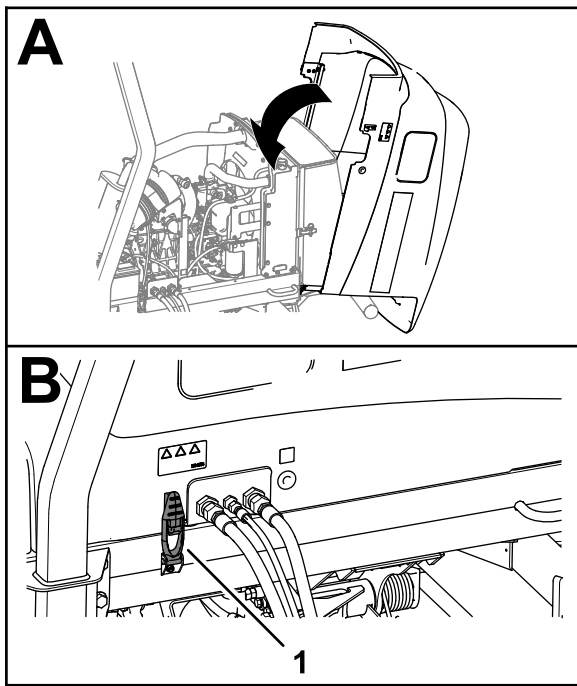

Рисунок 102
1. Осторожно поверните капот, чтобы закрыть его (Рисунок 102).